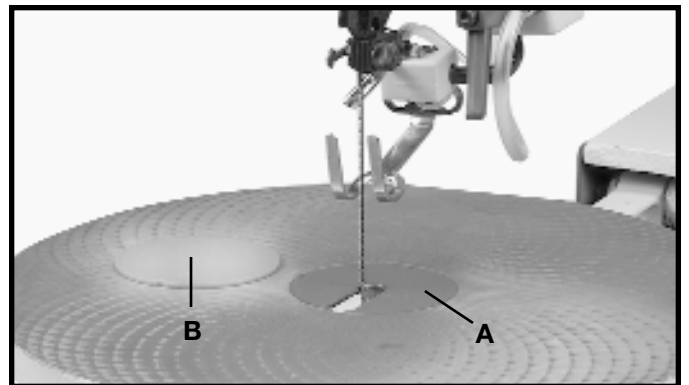

Fig. 21
Se proporciona como equipo estándar con su sierra de calar un blanco para la pieza inserta, y puede utilizarse cuando corta piezas muy pequeñas para proporcionar respaldo adicional al fondo de la pieza. Sencillamente corte una ranura en el blanco y reemplaze la pieza inserta estándar (A) Fig. 21 con el blanco (B). La ranura cortada en el blanco (B) será solamente tan ancha como la hoja, proporcionando apoyo máximo al fondo de la pieza.